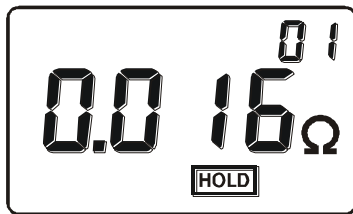

图9
*如图 9，锁定被测电阻 0.016Ω ，同时作为第 01 组数据存储。